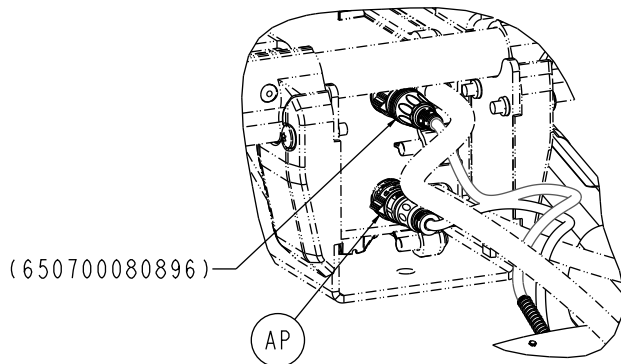

Figure 105 – Retirer l'ensemble de câble externe d'électrovanne/ capteur
8. Retirer l'électrovanne/le capteur (AP) au niveau du HBC à l'aide de la déconnexion rapide (Figure 105).